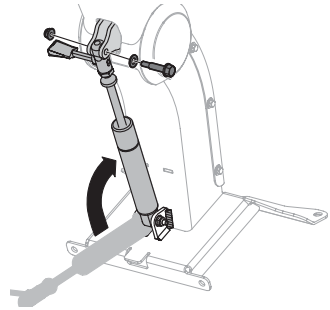

Figure 7
4. Tenez-la en position relevée et, de l'autre main, relevez le cylindre en prenant soin d'aligner les trous sur le haut du cylindre avec ceux sur les plaques de montage sous la colonne de direction. Voir Figure 7.
5. Placez, de droite à gauche, la rondelle plate et le boulon à épaulement dans les trous alignés à l'étape 4. Fixez-les avec l'écrou autobloquant à bride. Serrez le boulon à un couple de 14 à 16 N m (de 120 à 144 po-lb). Voir Figure 7.